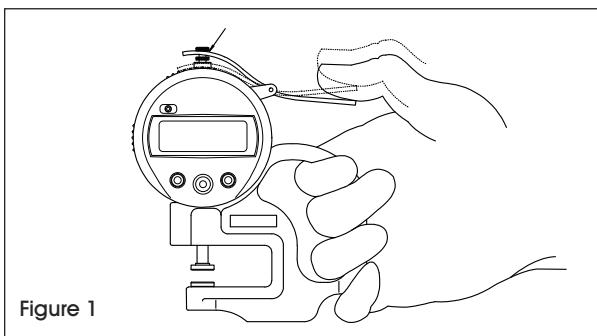

Figure 1
1. Pour faire fonctionner cet instrument, tenez-le par le cadre et poussez le levier de levage avec le pouce. (Voir Figure 1) La tige se déplacera vers le haut et le point de contact s'écartera de l'enclume, créant un espace afin qu'un objet puisse y être inséré.